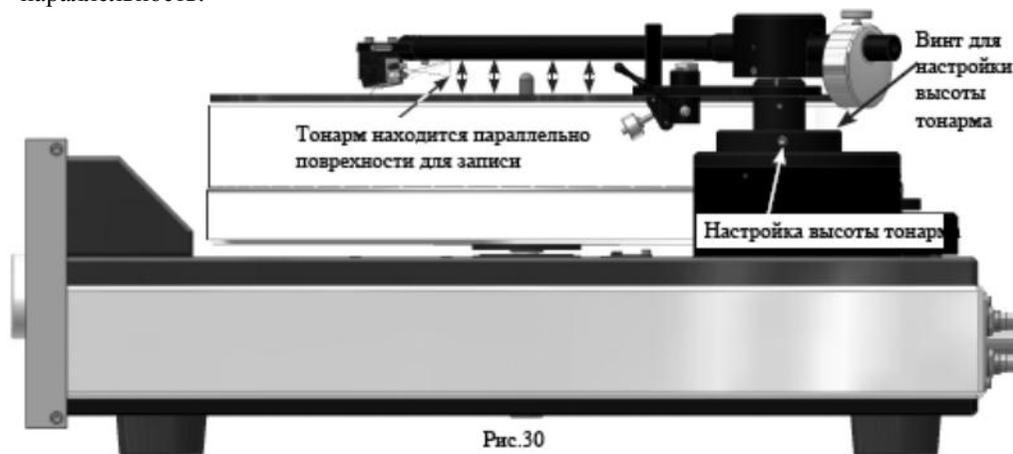

Рис.30
2. Пока тонарм находится в держателе, аккуратно отпустите крепежные винты, поддерживая тыльную часть тонарма. Переустановите тонарм в соответствии с открытиями, сделанными в предыдущем шаге. Временно затяните один из винтов. Смотрите рисунок 30.